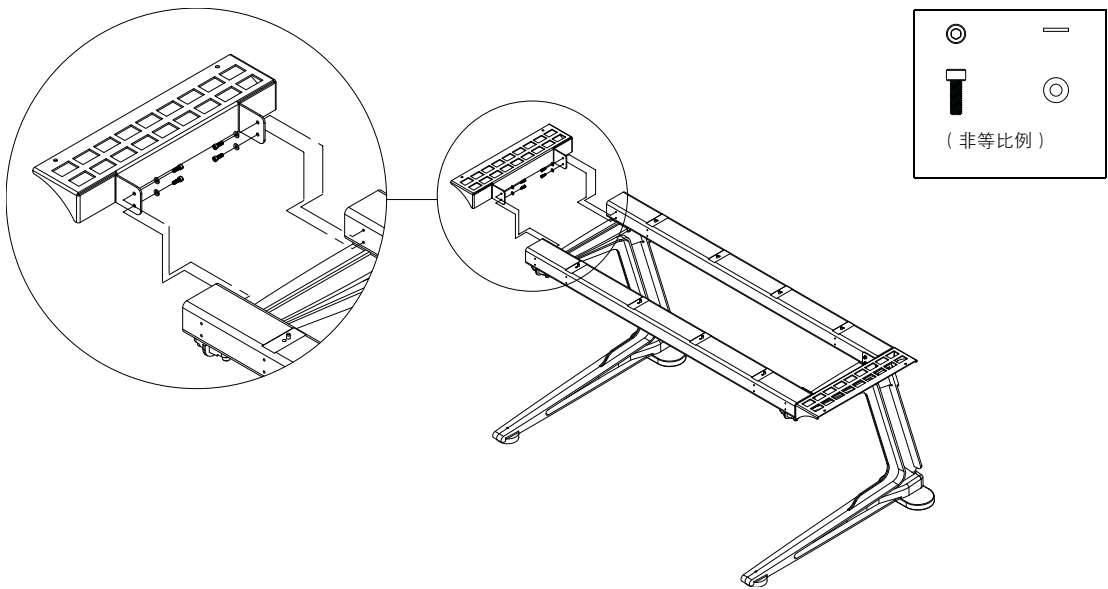

图 6 装配左侧端头架（图中显示已装配右侧端头架）
- 在两端分别使用四个紧固件和垫圈将左侧和右侧端头架装配到支腿上（见图 6）。